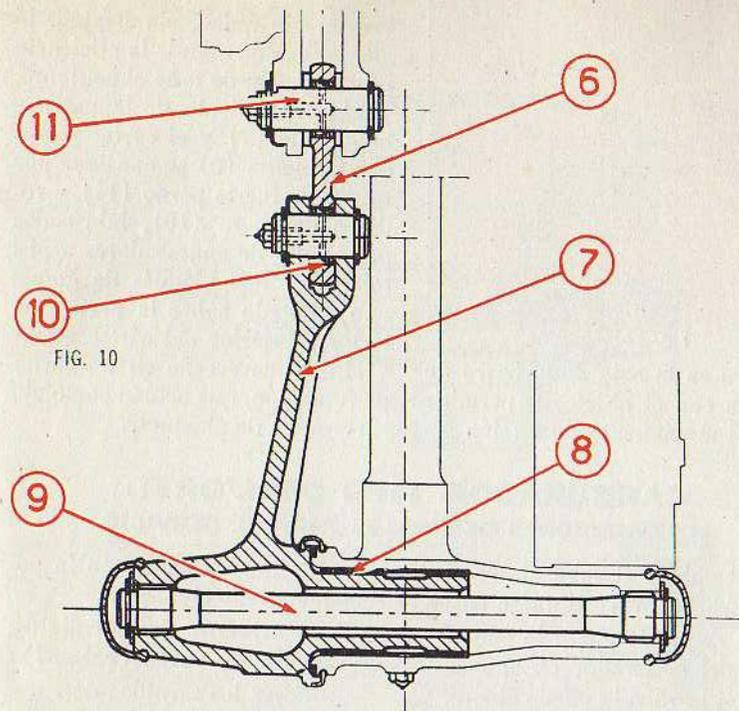
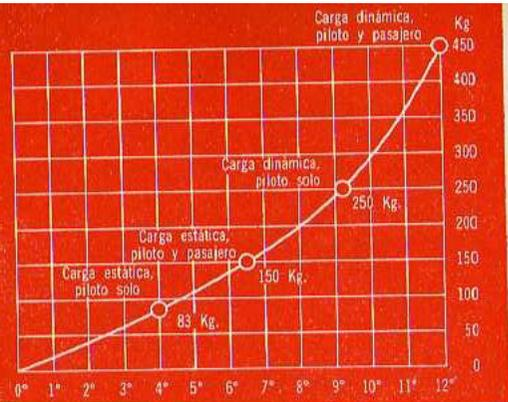

FIG. 10
FIG. 12
Las dos orejas superiores del cárter motor, del lado del volante, forman una horquilla que lleva un perno (Figs. 10 y 11), en el cual
se monta la biela (6) que acciona por intermedio de un perno, la palanca (7). La barra de torsión (9) — ver Fig. 10 — está completamente encerrada y por lo tanto protegida contra materias extrañas y lubricada por medio de un engrasador a presión. El alojamiento de la barra de torsión de acero fundido está soldado al cuadro; en el lado derecho posee un estriado por medio del cual retiene la barra de torsión, ésta hecha de acero especial y proporciona un diagrama de elasticidad variable (Fig. 12), dependiente del movimiento de la palanca basculante (7) enchavetada al extremo izquierdo de la barra de torsión. La palanca basculante